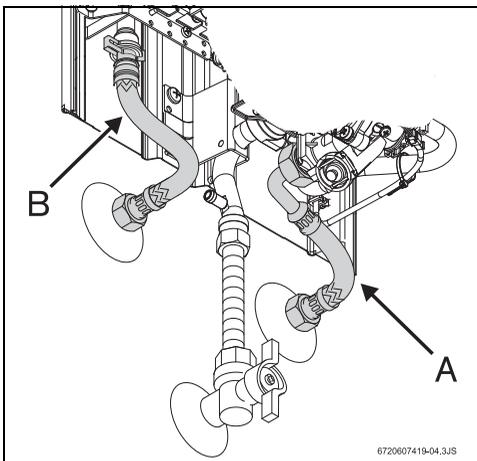

Bild 12 Wasseranschluss
- ▶ Kaltwasserrohre (Abb. 12, Pos. A) und Warmwasserrohre (Abb. 12, Pos. B) entsprechend kennzeichnen, um Verwechslungen zu vermeiden.